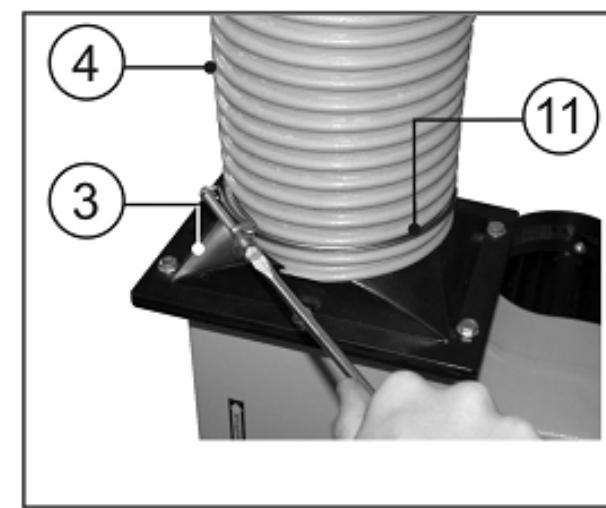

Рис.6.
8.6. Наденьте шланг (4) с двумя хомутами (11) на выходной переходник (3) вентилятора и на входной патрубок корпуса фильтра и затяните хомуты, Рис.6.